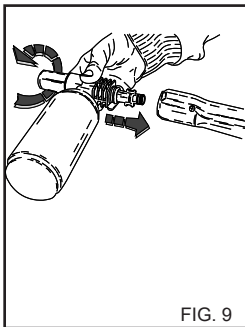

FIG. 9
- 2) Retire a extensão do cabo e insira o kit do pulverizador de detergente (fig. 9), accione a máquina de jacto de água a alta pressão e pulverize a superfície a lavar de baixo para cima.